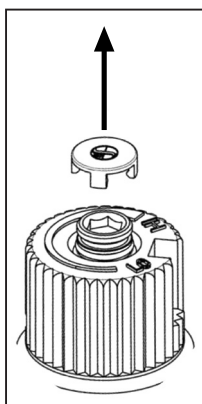

Figure 20: De retirer le bouchon de valve.
- b) Enlevez le chapeau de protection noir du boutons HI/LO (voyez Figure 20).
- h) Re-fixer le capuchon de protection noir qui a été supprimé à l'étape a (Figure 20).